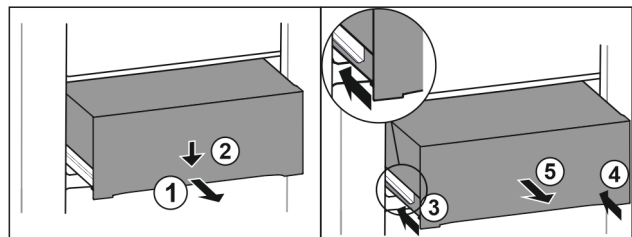

Fig. 154
- Træk skuffen halvt ud. Fig. 154 (1)
- Tryk skuffen ned på forsiden. Fig. 154 (2)
- Skub venstre skinne ca. 2 cm ind. Fig. 154 (3)
- Skub højre skinne ca. 2 cm ind. Fig. 154 (4)
- Tag skuffen ud fremefter. Fig. 154 (5)